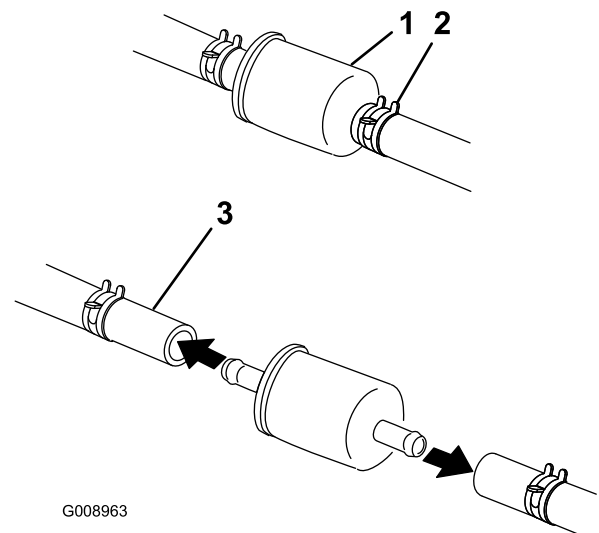

Figura 60
5. Cierre la válvula de cierre de combustible, situada debajo del asiento (Figura 60).
6. Apriete los extremos de las abrazaderas y deslícelas por el tubo alejándolas del filtro (Figura 60).
8. Instale un filtro nuevo y acerque las abrazaderas al filtro (Figura 60).